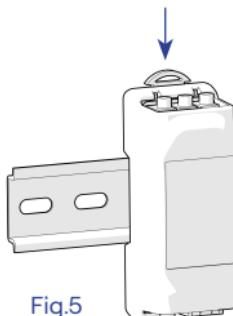

Fig.5
**4.** La CT box (codici: PM02M, PM02T, PM02T100) può essere fissata su guida DIN, bloccata tirando e rilasciando l'apposito gancetto (Fig 5). La CT box compatta (codici: PM03M, PM03T30, PM03T100) può essere semplicemente riposta liberamente all'interno del quadro elettrico.